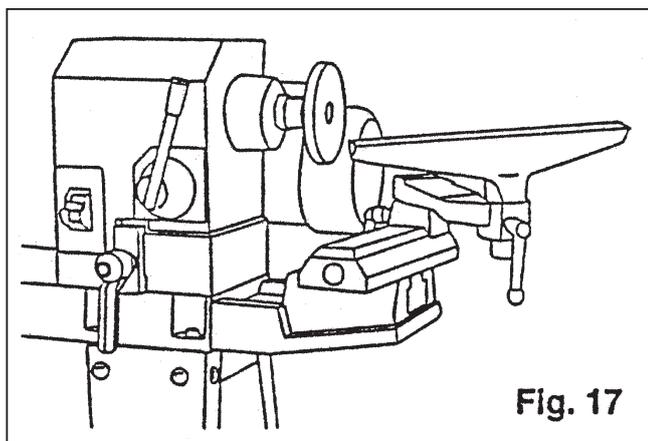

Fig. 17
1. Svarvanhåll (1) kan användas med eller utan arm (2).
2. För att flytta anfallsfästet (3), lösgör låsspaken (4), och flytta fästet från vänster till höger eller fram och tillbaka. Skruva fast spaken (4) när anfallsfästet hamnat i önskad position.
3. Vid användning av anfallsarm (2), gör nödvändiga inställningar genom att använda låsspakarna (5) och (6) för att ställa in anfallsfästet.
5. Svarvanhåll kan också omplaceras till förlängningsbädden och användas vid utombordssvarvning. (Fig. 17)